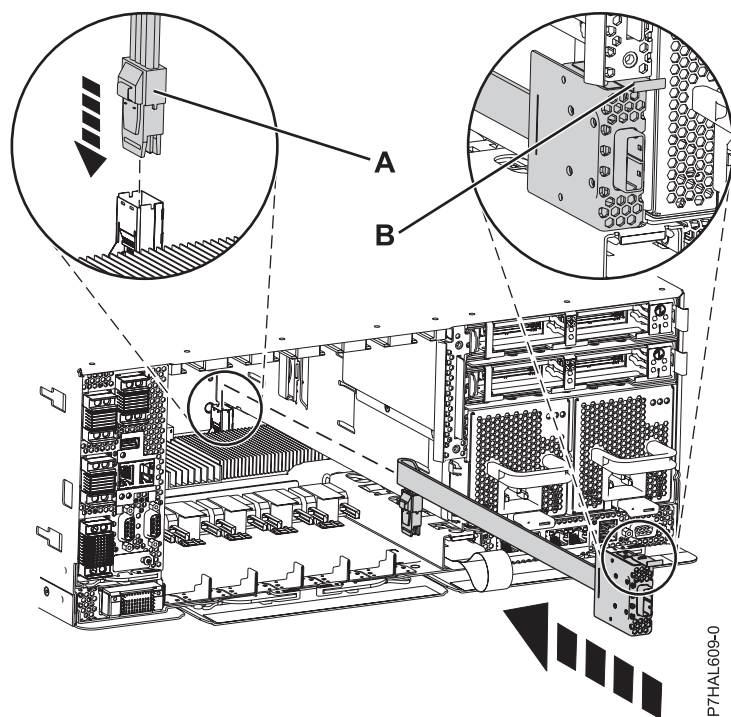

Figura 53. Substitució del cable SAS
1. Connecteu el port extern a la part posterior del sistema (B) fins que quedi ben col·locat, com es mostra a la Figura 53 a la pàgina 92.
2. Premeu el protector SAS (A) a la connexió SAS de la placa posterior del sistema fins que quedi ben col•locat.